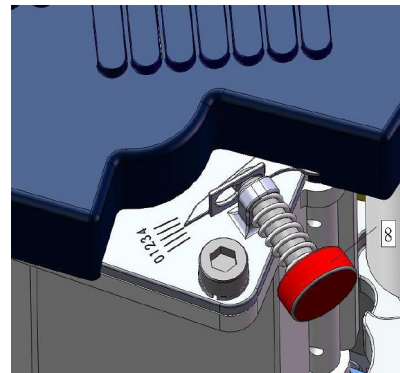

Abb. 14: Einstellen der Klebstoffzufuhr
Mit der Justierschraube (8, Abb. 14) kann die Klebstoffmenge, die auf die Kante aufgebracht wird, eingestellt werden.
Schritt 1: Die obere Abdeckung des Geräts abnehmen und die Innensechskantschraube (1) lösen.
Schritt 2: Die Justierschraube (8, Abb. 14) auf ihre Ausgangsposition „0“ drehen.